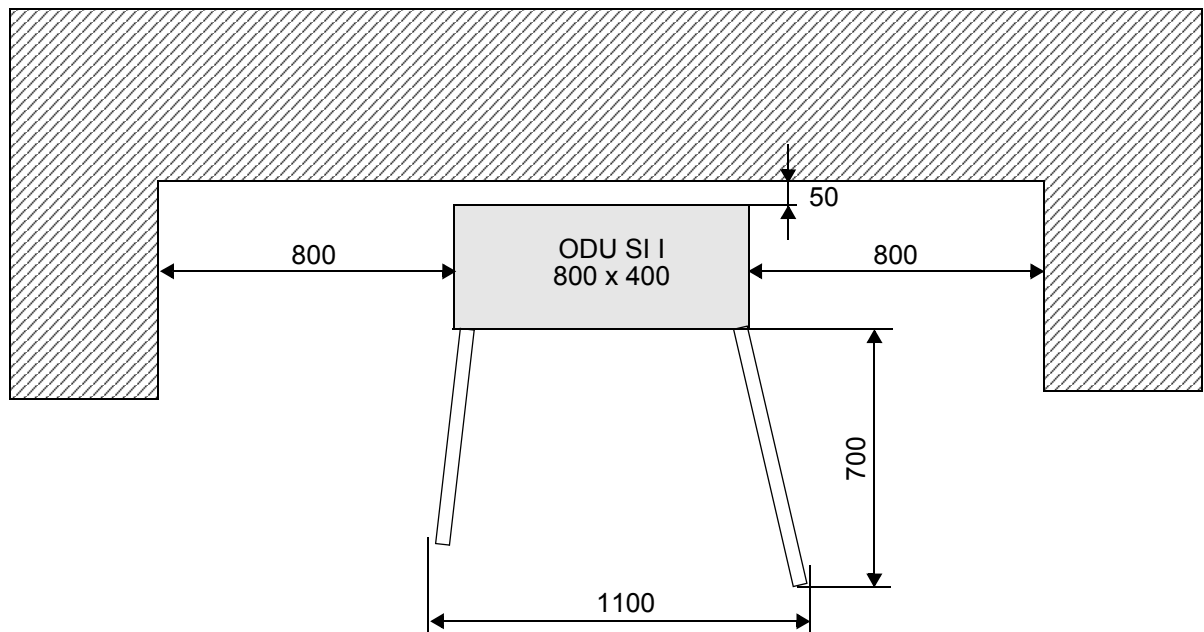

Рисунок 5-66: Место для установки шкафа ODU SI I
- ♦ ничто рядом со шкафом не должно препятствовать открыванию двери (см. рисунок 5-66);